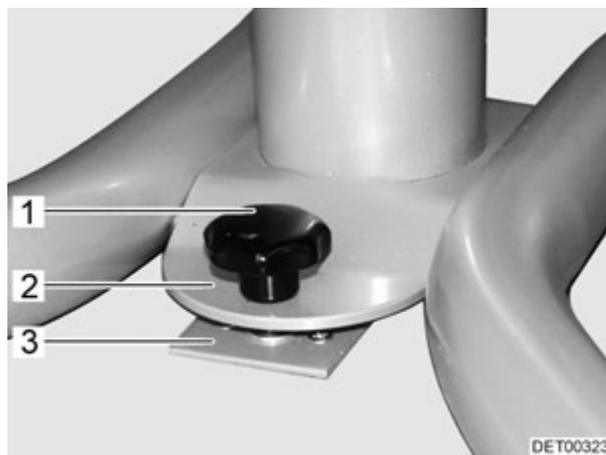

Fig. 64 Dispositif de blocage de la table fixe
- Placer la table fixe avec la plaque perforée (Fig. 64,2) sur le support (Fig. 64,3).
- Pousser la table fixe de telle sorte que la vis de fixation (Fig. 64,1) puisse être vissée dans le support (Fig. 64,3).